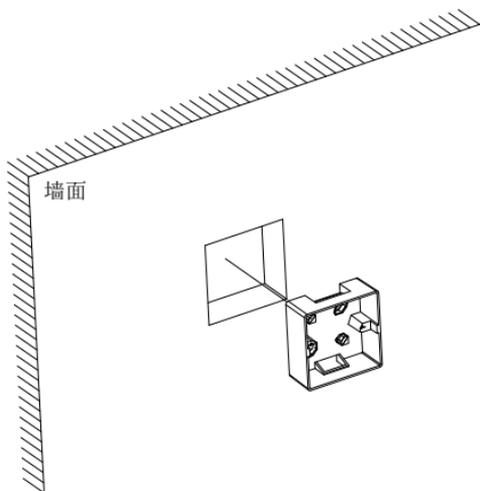

图 1-1
- 1、将86*86电工接线盒安装在墙体的指定位置，离地面约1.4米，如图1-1所示